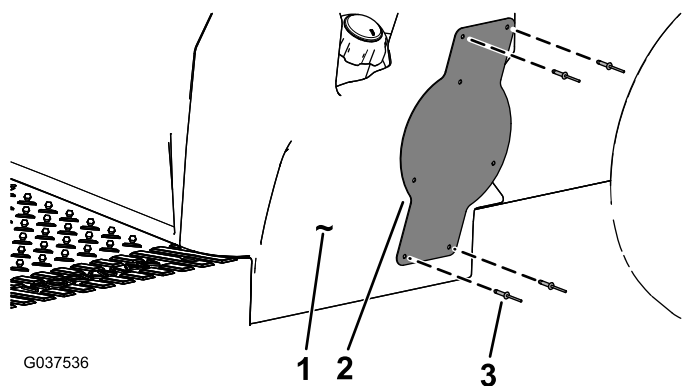

Figure 11
- Fixez le support du panneau de vitesse à la base du siège à l'aide de 4 rivets aveugles (3/16" x 15/16"), comme montré à la Figure 11.